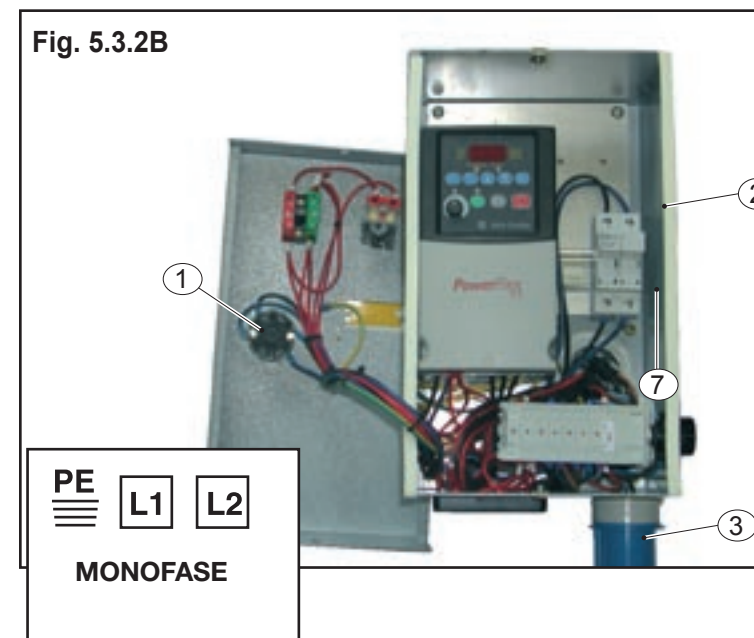

Fig. 5.3.2B
- arrestare la macchina aprendo l'interruttore generale pos. 7 fig. 5.3.2B, bloccandolo con un lucchetto
- usare la chiave da 7 mm pos. 5 per stringere i bulloni che allentano il lardone pos. 4: la molla pos. 7 spingerà fuori il coltello. Ricordare di sostituire il bullone di serraggio non appena si smussano gli angoli